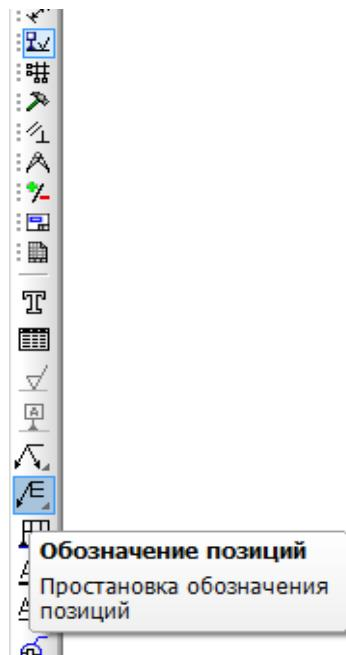

Рис. 3.27. Страница
4. Проставить номера позиций, используя команду Обозначение позиций в странице Компактной панели Обозначений (рис. 3.27).